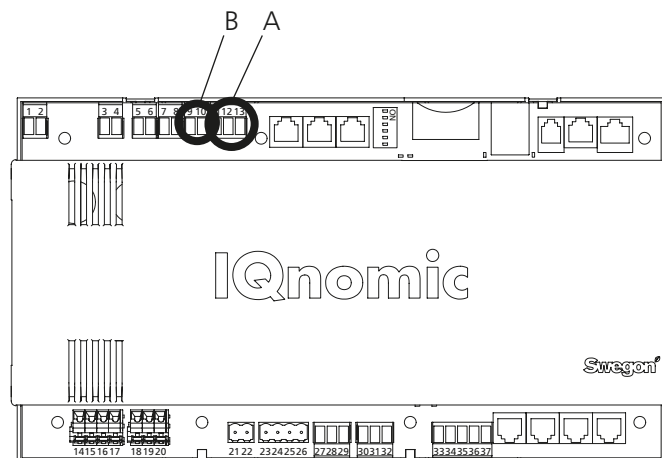

Fig. 6
Anslut matningsspänning 24 VAC till plintar Vin+ (24) och GND (23). Matningsspänning kan hämtas från aggregatets styrenhet, se nedan och B i fig. 6.
Anslut nätverk från kommunikationsenhet GOLDen GATE till styrenhet COMPACT (A i fig. 6). Använd 3-ledarkabel.